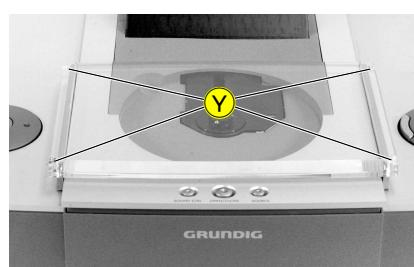

Fig. 10
- 4 Schrauben **Y** herausschrauben und CD-Abdeckung abnehmen (Fig. 10).
- Undo 4 screws **Y** and remove the CD cover (Fig. 10).